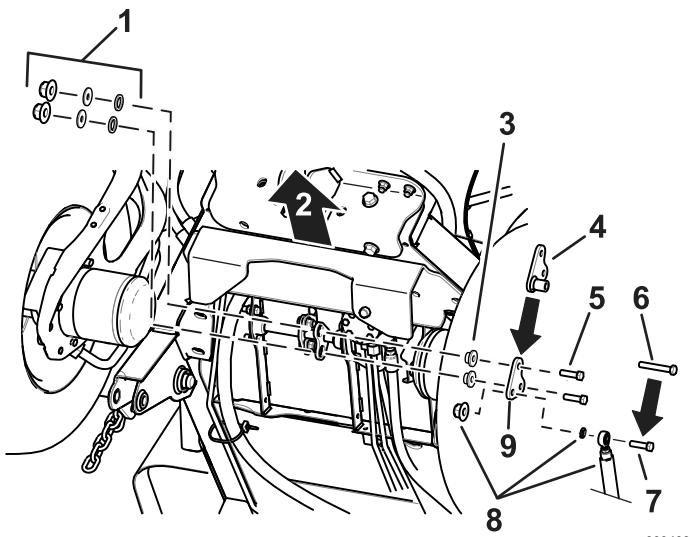

Bild 3
1. Entfernen Sie das vorhandene Distanzstück von der Maschine, wie in **Bild 3** dargestellt.
2. Installieren Sie das neue Pedal-Distanzstück mit der neuen Schraube (3/8" x 2-1/2") und den vorhandenen Befestigungselementen; siehe **Bild 3**.